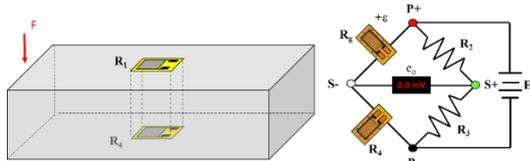
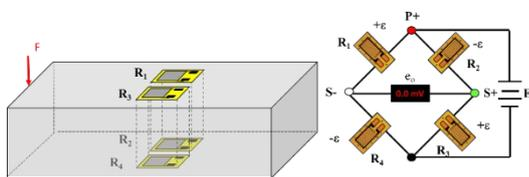
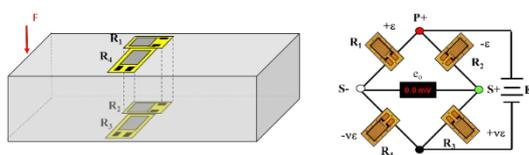

Figura 12.
Figura 13.
Figura 14.
- **Flessione.** Per misurare il momento flettente  $M_f$  possiamo usare sia una configurazione a mezzo ponte con due estensimetri longitudinali uno che misura le fibre tese e l'altro che misura le fibre compresse e collegati su rami adiacenti del ponte di Wheatstone, come riportato nella *figura 12*, che un ponte intero con 4 estensimetri tutti longitudinali ma due che misurano le fibre tese e due che misurano le fibre compresse come nella *figura 13*, o con due estensimetri longitudinali uno per le fibre tese e due per quelle compresse ed gli altri due alla Poisson come nella *figura 14*.